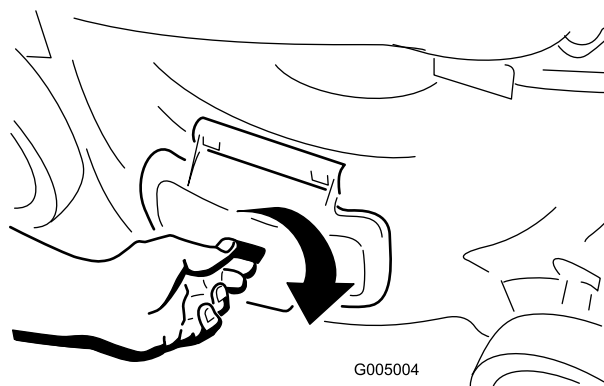

**Bild 21**
2. Montieren Sie den Seitenauswurfkanal (Bild 21).